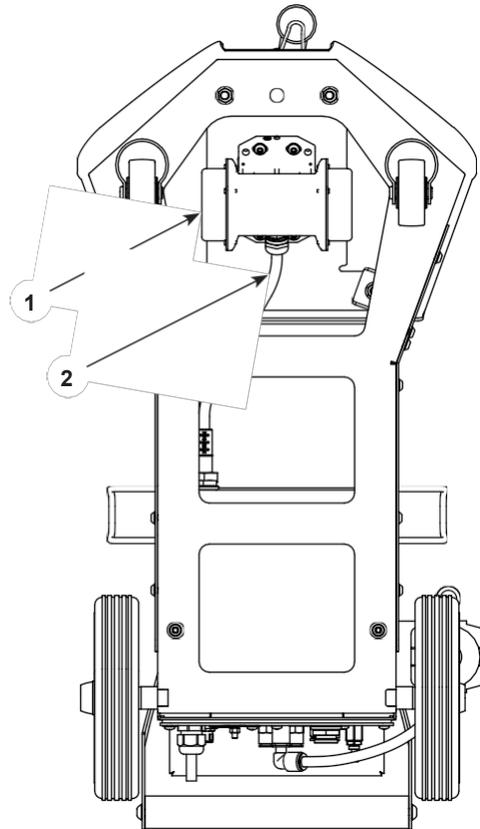

Figura 7-5 Sustitución del motor del vibrador
Véase la figura 7-5. Cuando sustituya el motovibrador (1), asegúrese de pedir el motor correcto para la tensión del sistema. Compruebe la etiqueta del motor vibrador. Los motores de repuesto incluyen el cable de alimentación (2).